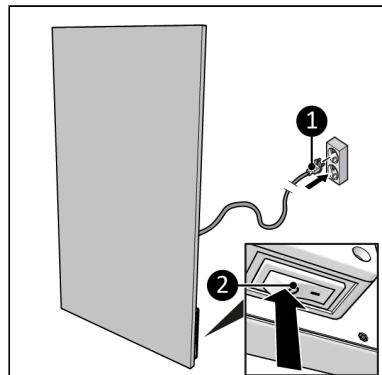

Figure 42.
2. Stellen Sie sicher, dass sich der EIN/AUS-Schalter in der AUS-Position befindet (Figure 42, Pos. 2).
3. Stecken Sie den Netzstecker (Figure 42, Pos. 1) in eine leicht zugängliche geerdete Steckdose. Verwenden Sie eine geerdete Steckdose mit einer Mindestleistung von 1000 Watt.